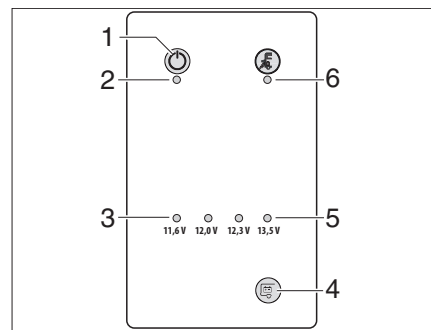

Fig. 64 Panneau de contrôle LT 104
Le clavier tactile du capteur (Fig. 64,4) permet d'afficher la tension de la batterie de cellule. Les LED de contrôle (Fig. 64,5) affichent la tension de la batterie.
- La LED d'avertissement rouge (Fig. 64,3) est allumée :
La LED d'avertissement rouge (Fig. 64,3) s'allume dès que la tension de la batterie de cellule n'est plus que de 11 V (mesure pendant le fonctionnement) et qu'une décharge profonde est donc imminente.
L'interrupteur principal 12 V (Fig. 64,1) établit ou coupe le panneau de contrôle et l'alimentation 12 V de la cellule.
- ▶ Appuyer sur le clavier tactile à capteur (Fig. 64,1).
L'alimentation 12 V de la cellule est enclenchée. Le voyant de contrôle 12 V (Fig. 64,2) s'allume en vert.
- ▶ Appuyer à nouveau sur le pavé tactile à capteur (Fig. 64,1).
l'alimentation 12 V de la cellule est coupée. Le voyant de contrôle 12 V (Fig. 64,2) s'éteint.
Le voyant de contrôle 12 V (Fig. 64,5) s'allume lorsque l'interrupteur principal 12 V (Fig. 64,6) est enclenché.
Le voyant de contrôle 230 V jaune (Fig. 64,1) s'allume lorsque la tension de réseau est présente à l'entrée du bloc électrique.